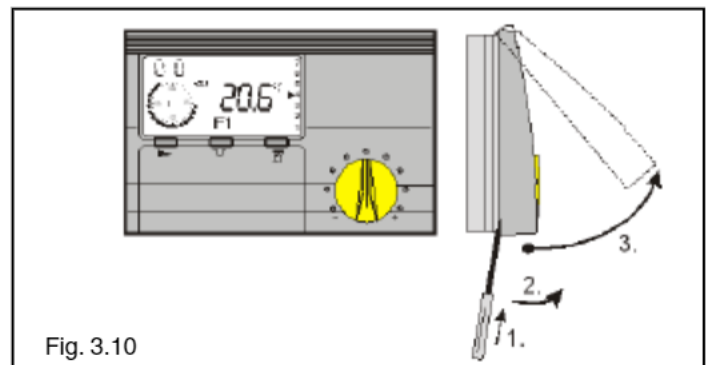

Fig. 3.10
- separare il pannello comandi dal guscio inferiore premendo sulla parte inferiore, aiutandosi eventualmente con un cacciavite (fig. 3.10)